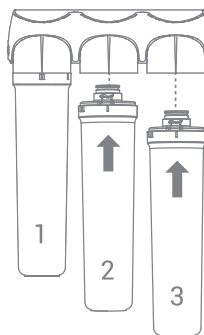

Рис. 3
2. Установите картриджи в соответствии с нумерацией ступеней фильтра (рис. 3).